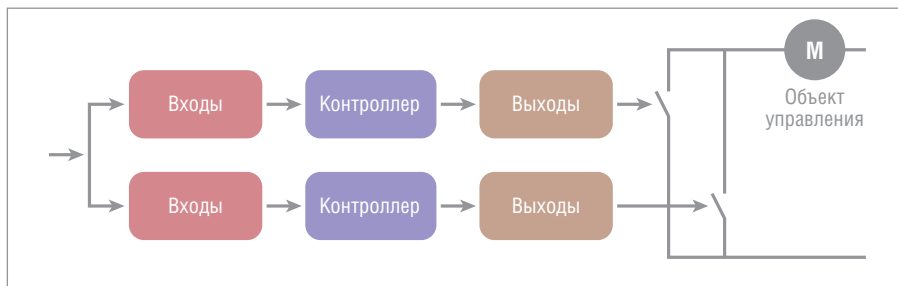
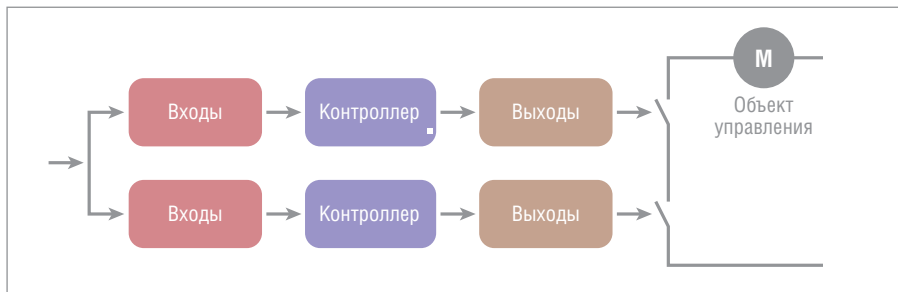

Рис. 1. Система 1oo2
Рис. 2. Система 2oo2
Наиболее действенной стратегией придания надёжности системам является дублирование (или резервирование) их значимых компонентов. Компонент, сбой в работе которого останавливает работу системы, называется единой точкой отказа (SPOF – Single Point of Failure). Если реализовать избыточность критических компонентов, таких как ЦПУ, то доступность и/или надёжность возрастает. В зависимости от преследуемой цели можно выбирать различные конфигурации резервирования. Для этого нужно планировать функциональность, которая должна быть в рабочем состоянии даже в случае сбоя (M), по сравнению с общим количеством избыточных функций (N), то есть получаем систему “M из N”, или сокращённо MooN (M out of N). Например, конструкция 1oo2 увеличивает доступность системы и, как следствие, среднее время между отказами (MTBF – Mean Time Between Failures). Система 1oo2 (рис. 1) может продолжать работать, даже если один из двух процессоров выйдет из строя. Это называется отказоустойчивостью. MTBF такой системы увеличивается в 1,5 раза. Для обеспечения безопасности резервирования
все компоненты также должны обеспечивать идентичные результаты вычислений, чтобы можно было посредством сравнения обнаруживать ошибки. В простейшем случае это реализовано в примере системы 2oo2 (рис. 2). Эта схема гарантирует, что обе части системы работают одинаково в любое время. К сожалению, такая конструкция в 0,5 раза¹ снижает доступность (MTBF). Например, в случае ошибки системы управления подвижным составом поезд должен полностью остановиться, после чего система переходит в безопасное состояние, то есть она является отказоустойчивой. Однако вопрос правильного выбора типа резервирования не в том, нужна ли вам в большей безопасности или доступности. Невозможно просто отключить критически важную функцию на борту самолёта. Она должна быть доступна и постоянно, и безопасно. Поэтому, если нужна высо-
¹В системе Mo0N для сохранения функциональности системы должны работать M из N каналов. В нашем примере системной функцией будет включение двигателя. В первом примере (рис. 1) достаточно работы одного канала; во втором примере (рис. 2) для включения двигателя должны быть работоспособны оба канала.